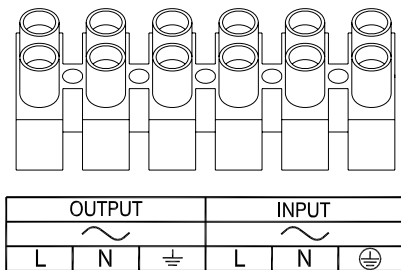

Рис. 3: Клеммная колодка ИБП VANGUARD CHAIN
- **Подключите питающую электросеть к соответствующим входным клеммам (см. рисунок 3 на странице 17) .**